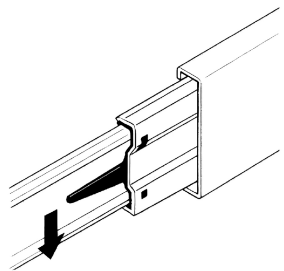
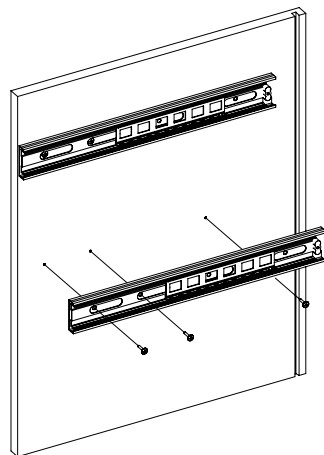

Рис.4
Рис.5
4. Отсоедините от основания телескопических направляющих внутренние планки, отогнув пластиковый рычажок фиксатора (Рис. 4). Основания телескопических направляющих закрепите на деталях 2, 3 винтами М5х8 (Рис. 5). !!! Приложите телескопическую часть отверстиями к отверстиям на боковине шкафа так, чтобы они были отцентрованы относительно друг друга. Вкрутите винты М5х8 с помощью шуруповерта, приложив немного усилий. **Внимание:** винт М5х8 должен заходить с натягом для максимально плотной фиксации телескопических направляющих.